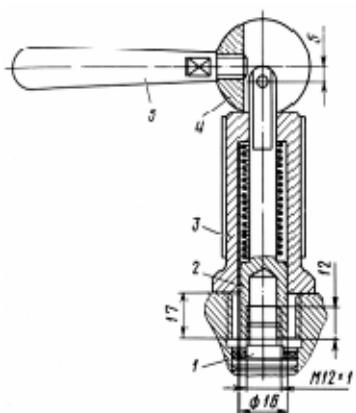
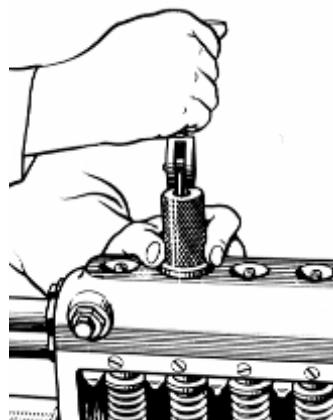

Рис. 93. Съемник седла нагнетательного клапана:
Рис. 94. Снятие седла нагнетательного клапана
- 3 Снять контрящие сухари, вывернуть штуцеры и специальным съемником (рис. 93) извлечь из корпуса насоса седла вместе с нагнетательными клапанами. Для снятия навернуть оправку 2 съемника на резьбу седла 1 нагнетательного клапана до упора втулки 3 в корпус насоса. Поворачивая эксцентрик съемника вверх, извлечь седло нагнетательного клапана (рис. 94).